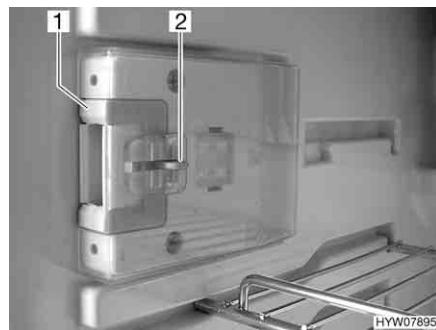
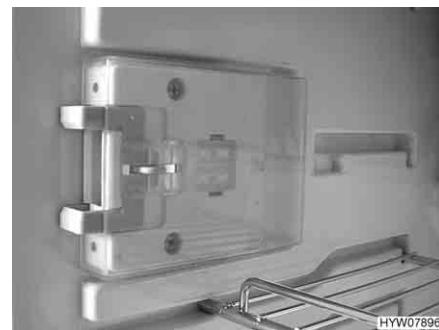

Fig. 160 Dispositivo di chiusura in posizione normale
Fig. 161 Dispositivo di chiusura in posizione di ricircolo d'aria
- Premere il dispositivo di sblocco (Fig. 160,2).
- Spingere il dispositivo di chiusura (Fig. 160,1) in avanti (Fig. 161).